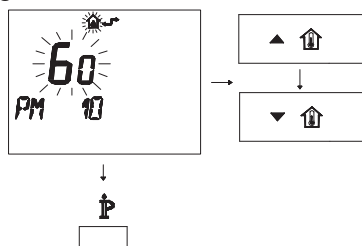

Figura 5.36
- Per modificare il SET programmato agire sui pulsanti ▲ ↑ o ▼ ↓ e aspettare che il numero programmato cominci a lampeggiare (Figura 5.36).